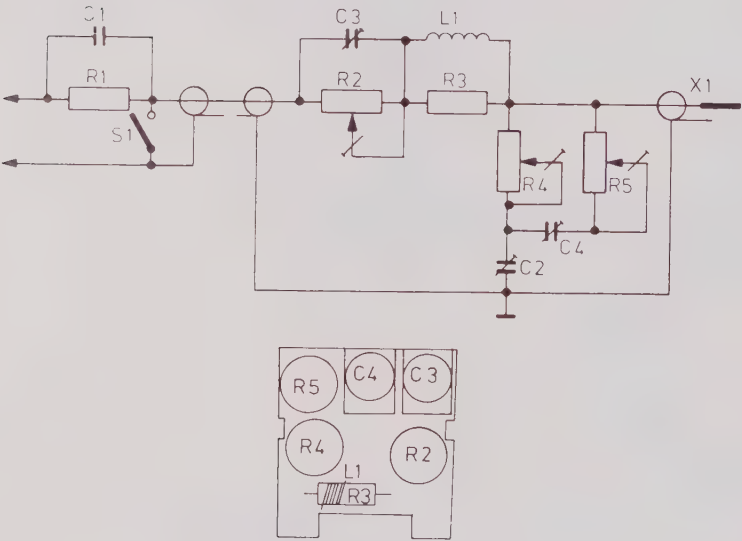

Fig. 1.13 Composants électriques de la sonde
1.4.5.2. Composants électriques (Fig. 1.13)